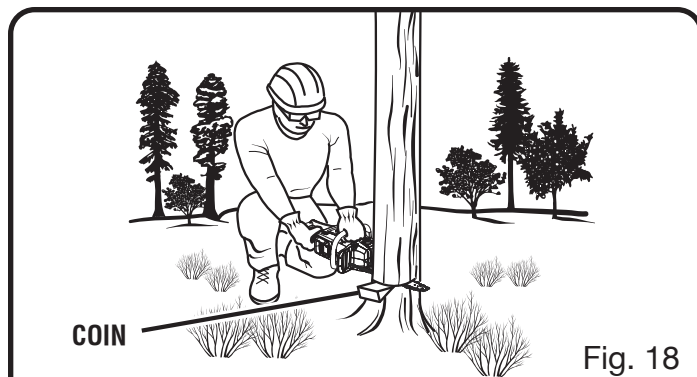

Fig. 18
- Sur les arbres de grand diamètre, arrêter le trait d'abattage avant qu'il ne soit assez profond pour causer la chute de l'arbre ou son affaissement sur la souche. Ensuite, insérer des coins en bois ou en plastique dans le trait, de façon à ce qu'ils ne touchent pas la chaîne. Les coins peuvent être enfoncés petit à petit pour faire lever sur l'arbre. *Voir la figure 18.*